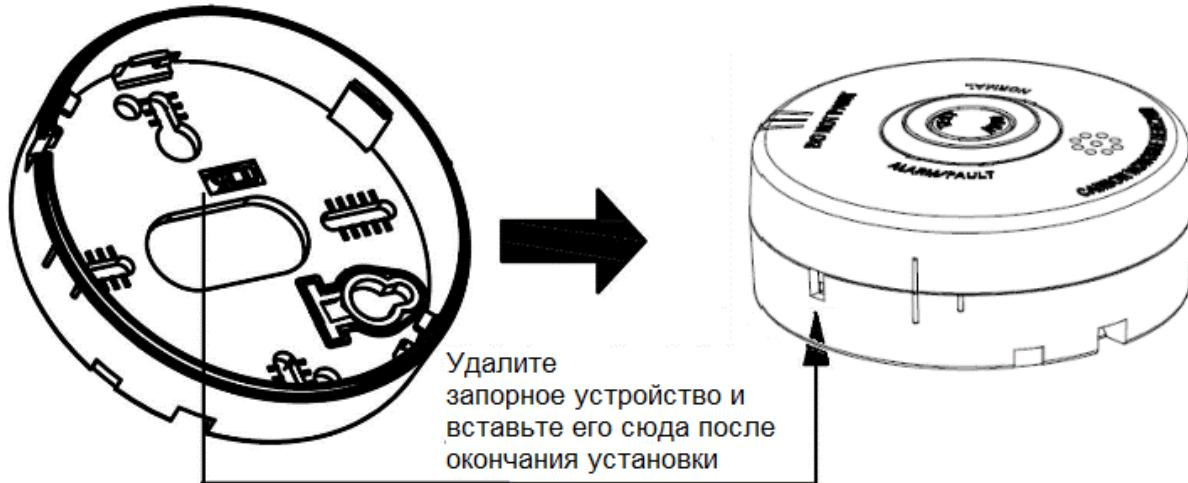

Рисунок 2.2.4.7
8) Снимите противосъёмную защёлку, и после установки извещателя её следует вставить, как показано на рис. 2.2.4.7. Это зафиксирует головку извещателя на основании, чтобы предотвратить снятие извещателя без инструмента.